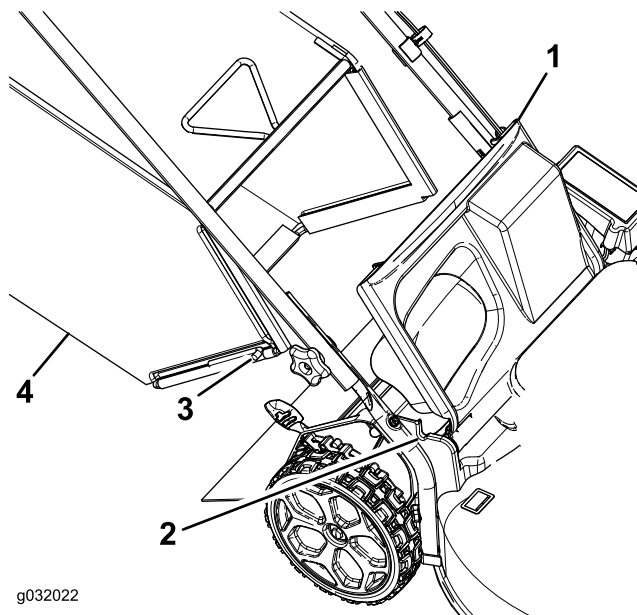

Bild 20
1. Heben Sie das hintere Ablenkblech an (Bild 20).
2. Setzen Sie die Stangenenden des Fangkorbs in die Kerben an den Holmhalterungen (**Bild 20**).
1. Heben Sie das hintere Ablenkblech an (**Bild 20**).